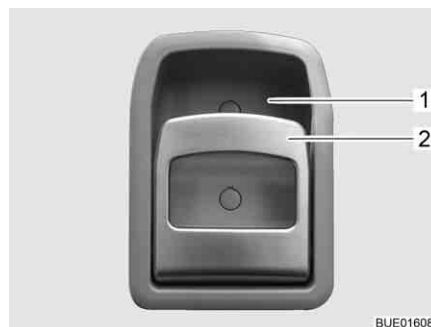

Bild 56 Dörrlås ingångsdörr, insida
- Drag i handtaget (Bild 56,2). Dörrlåset låses upp respektive öppnas.
- Tryck handtagets (Bild 56,2) övre del i riktning mot greppkåpan (Bild 56,1). Dörrlåset låses.